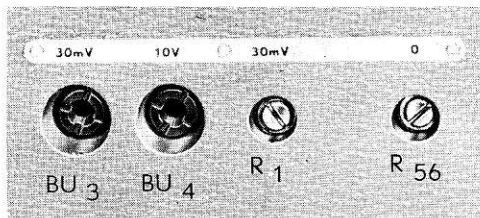

Fig. 8
potentiomètre "0" (R56), mettre l'aiguille au minimum (réglage par tournevis, du côté droit, voir fig. 8).
1. Amener le commutateur SK1-SK2 dans la position "10 Hz - 1 MHz" et le commutateur des gammes de mesure dans la position "10 V". Appliquer à l'entrée une tension alternative sinusoïdale de 10 V exactement; fréquence: environ 10 kHz. L'aiguille doit alors dévier de 100 divisions exactement. Eventuellement retoucher avec R1 (sur le panneau latéral de droit, voir la fig. 8). Couper la tension d'entrée et relier BU1 à BU4. L'aiguille doit alors dévier de 100 divisions + ou - 0,5 %. S'il n'en est pas ainsi, R608 doit être remplacé par une résistance de valeur différente.
2. Amener le commutateur des gammes de mesure SK3 dans la position "30 mV". Appliquer à l'entrée une tension alternative sinusoïdale pure de 30 mV exactement et d'une fréquence de 10 kHz environ. La déviation doit alors être de 300 divisions exactement. Eventuellement la retoucher avec R1 (monté sur la paroi latérale de droite, voir fig. 8). Couper la tension d'entrée et relier BU1 à BU3. La déviation doit alors être de 300 divisions + ou - 0,5 %. Si ce n'est pas le cas, remplacer R605 par une résistance de valeur différente.